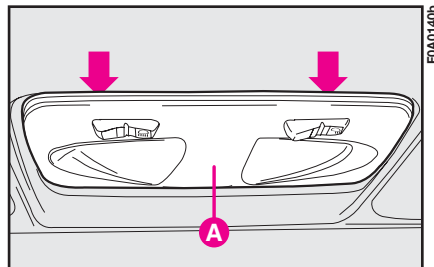

fig. 37
1) Estrarre la plafoniera **A-fig. 37** agendo nel punto indicato dalle frecce.